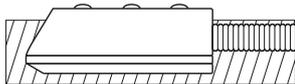

Рис. 5. Установка датчика в полу.
- Установка датчика на полу (врезать в плитку, покрытие) (см. рис. 5). Провод подводится в гофрированной трубке. Выступ датчика над линией пола (3–4 мм) позволяет исключить ложное срабатывание.